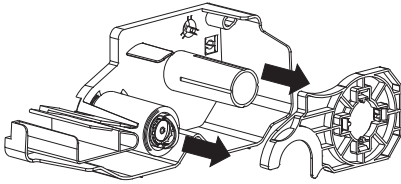

Fig.4
4) fig.4와 같이 픽업스풀어셈블리(Pick-Up Spool Assembly)와 페이퍼 가이드(Paper guide)를 카트리리지로부터 빼낸다.